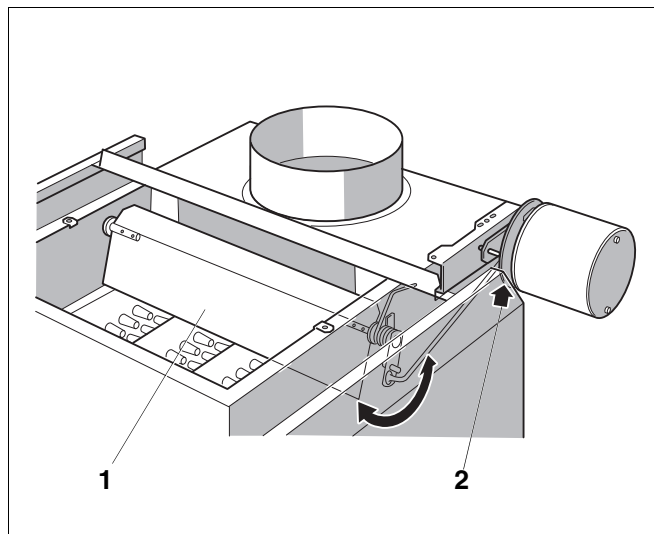

Рис. 31 Запорный клапан дымовых газов в положении "Открыто"
- При запросе на покрытие тепловой нагрузки запорный клапан дымовых газов (Рис. 31, **поз. 1**) должен переходить в положение "Открыто". Проверьте это по движению рычажка (Рис. 31, **поз. 2**). Только когда полностью будет достигнуто положение "Открыто", можно включать газовую горелку.